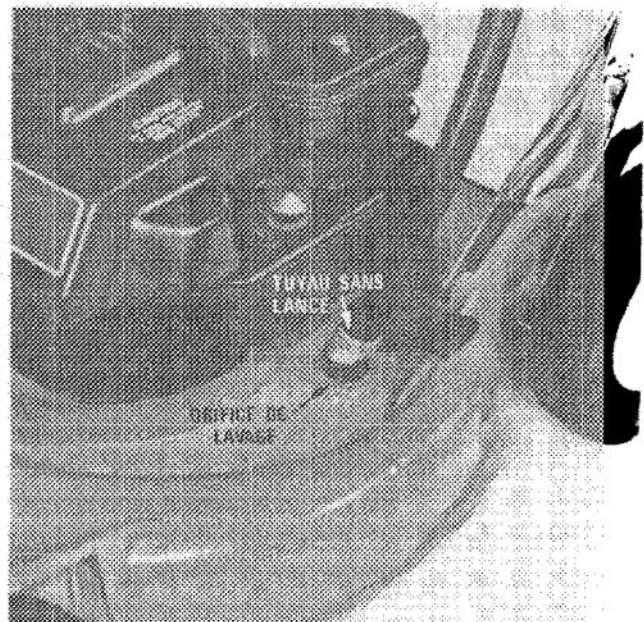

Figure 14
3. Mettez le moteur en marche. Insérez le bout du tuyau sans la lance dans l'orifice de lavage (Fig. 14). Utilisez une pression d'eau moyenne, laissez l'eau couler et le moteur fonctionner pendant environ deux minutes. L'action créée par la rotation de la lame et l'eau chasse les brindilles d'herbe accumulées sur le dessous du carter de la tondeuse. Lorsque l'herbe a complètement été évacuée et que l'eau est de nouveau claire, arrêtez le moteur. Débranchez le fil haute tension de la bougie après que toutes les pièces ont cessé de fonctionner.